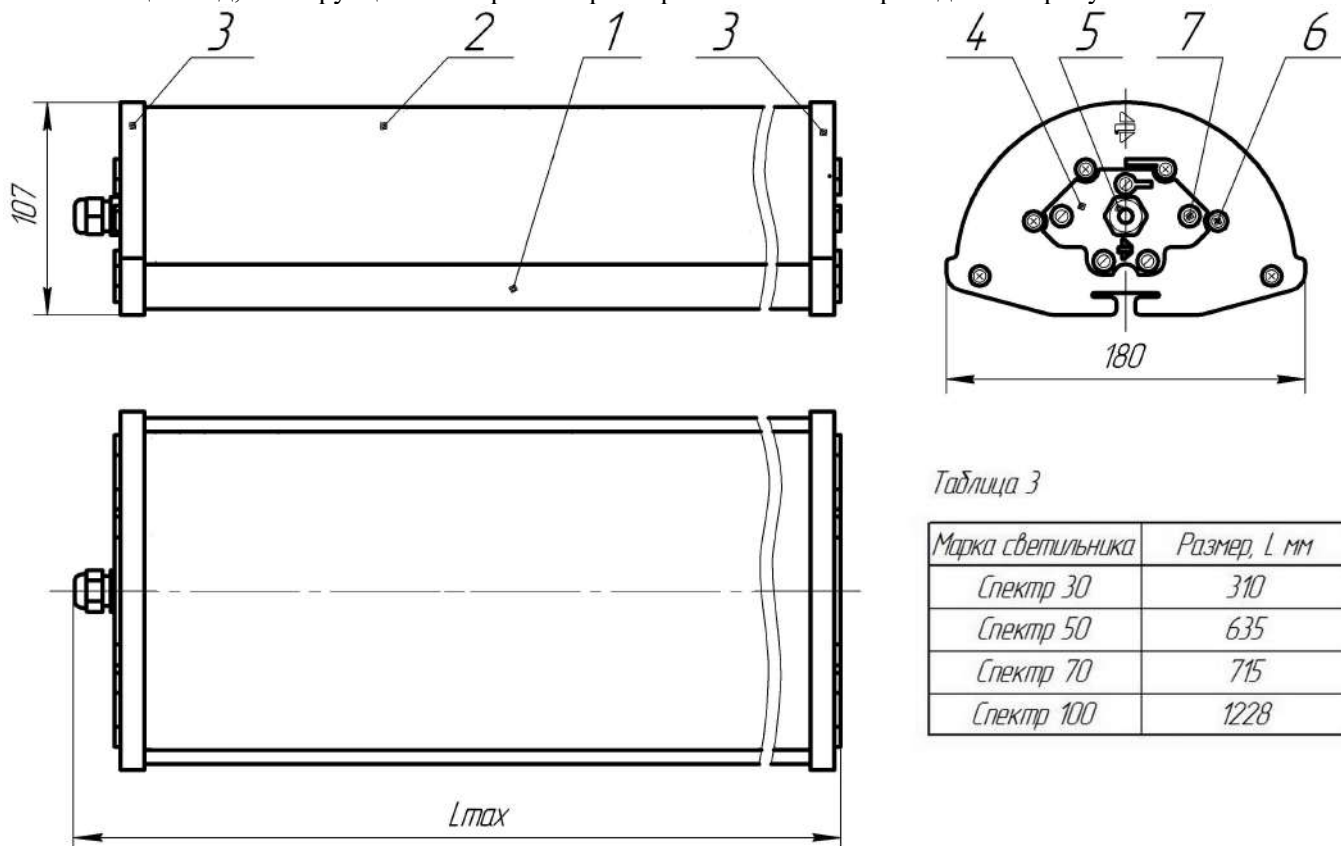

Рисунок 1
1.4.1. Светильник состоит (см. Рис.1) из корпуса, изготовленного из алюминиевого сплава, который является несущим элементом светильника (поз.1), прозрачного неокрашенного защитного стекла из ударопрочного поликарбоната (поз.2), двух крышек (поз.3), двух крышек малых (поз.4), кабельного ввода (поз.5), крепежных винтов (поз.6 и поз.7).
- ввести сетевой провод через кабельный ввод (рис.1 поз.5) в крышке малой (рис.1 поз.4) и подсоединить его к контактному устройству, согласно маркировке;
- установить крышку малую (рис.1 поз.4) на крышку (рис.1 поз.3) и закрутить винты (рис.1 поз.7) до упора;
- затянуть гайку кабельного ввода (рис.1 поз.5) до упора.